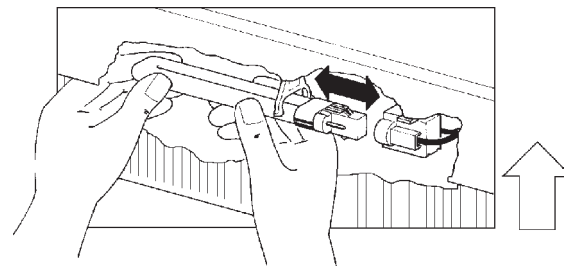

Fig. 32
- Tenere la lampada nella posizione corretta come mostrato (Fig. 32) e spingerla verso destra fino a che essa non si innesta nello zoccolo.